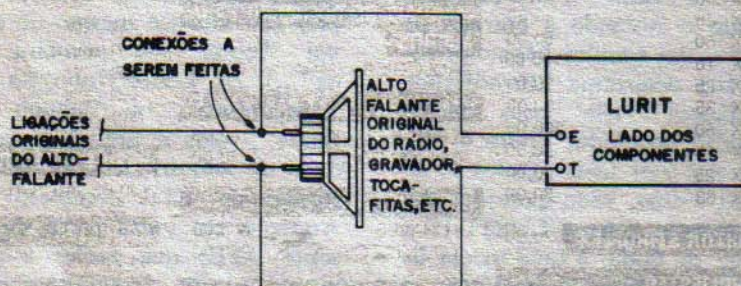

Fig.5
- FIG. 5 - Acoplamento da LURIT-10 ao sistema de áudio. A única coisa a ser feita é a conexão dos fios de Entrada (“E-T”) aos próprios terminais do alto-falante que normalmente está instalado no sistema de áudio (seja ele um “radinho” de bolso, seja um “tremendão da vida”, com 80 ou